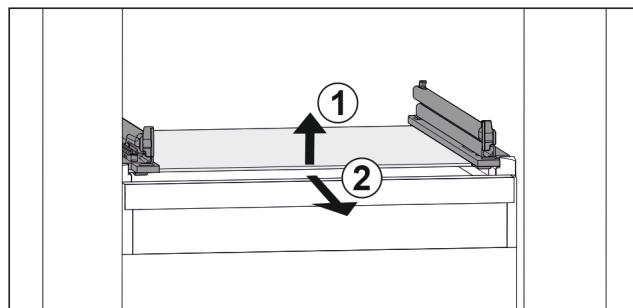

Fig. 65 Rappresentazione esemplificativa del ripiano in vetro
- ▶ Sollevare il ripiano in vetro dal davanti. Fig. 65 (1)
- ▶ Rimuovere il ripiano in vetro tirando in avanti. Fig. 65 (2)